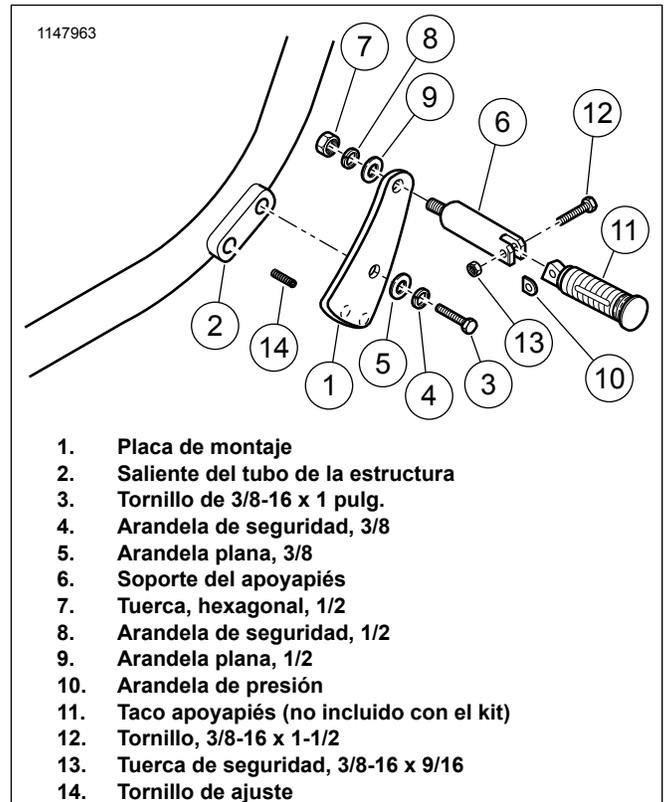

Figura 1. Instalación del kit de montaje del taco apoyapiés y taco apoyapiés (lado derecho del vehículo)
- Ver Figura 1 . Instale el tornillo de ajuste (14) en el orificio inferior del saliente del tubo de la estructura (2) dejando 0.20 pulg. del tornillo de ajuste (o tres roscas) expuestos.
- Coloque la placa de montaje del taco para carretera (1) en su posición. Para una posición de taco más baja, coloque el orificio oculto inferior en la placa de montaje sobre el tornillo de fijación. Para una posición de taco más alta, coloque el orificio oculto superior en la placa de montaje sobre el tornillo de fijación. Fije la placa de montaje al saliente del tubo de la estructura con un tornillo largo de 1 pulg. (3), una arandela de seguridad (4) y una arandela plana (5) del kit. Apretar.